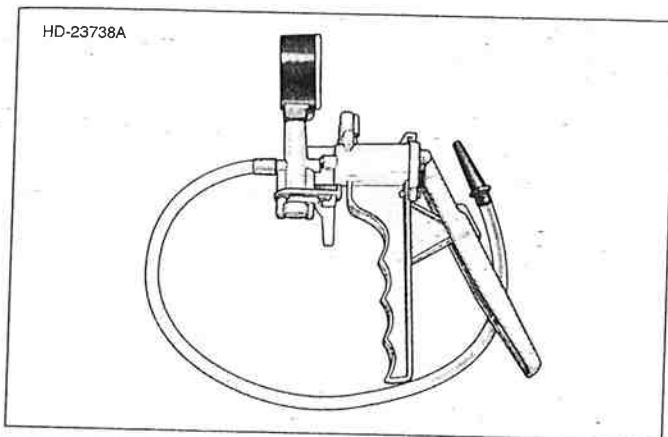

Figura 1-62. Bomba manual Mity-Vac (HD-23738-A)
5. Vea la Figura 1-62. Usando el adaptador de manguera correcto, conecte la BOMBA PLÁSTICA MANUAL MITY-VAC® (HD-23738-A) al racor de vacío en la válvula de combustible.